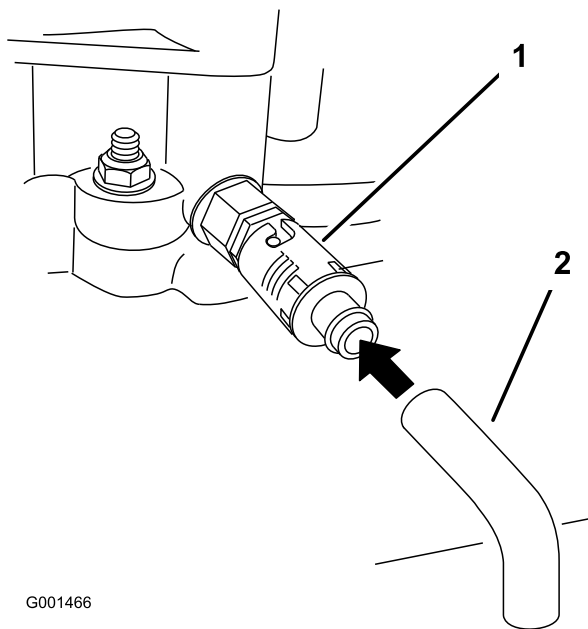

Figura 31
- Coloque un recipiente debajo del tubo de vaciado. Gire la válvula de vaciado para que se drene el aceite (Figura 31).
- Retire el tubo de vaciado (Figura 31).